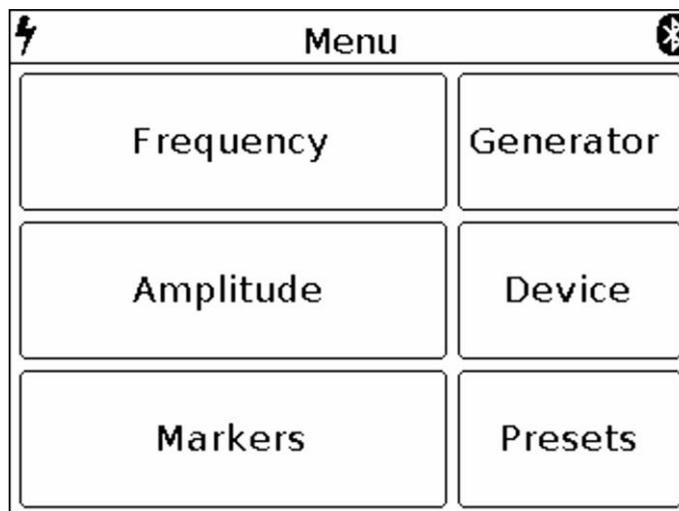

Рисунок 6 – Главное меню
7.3.1. Для установки диапазона частот войдите в главное меню прибора (Рисунок 6), нажав кнопку (14) «MENU». Выберите подраздел **Frequency**. На экране появится меню, как на рисунке 7.
7.4.1. Для установки амплитудных параметров исследуемых сигналов войдите в главное меню прибора (Рисунок 6), нажав кнопку (14) «MENU». Выберите подраздел **Amplitude**. На экране появится меню, как на рисунке 9.
7.5.1. Для входа в меню установки маркеров и пиковых значений, войдите в главное меню прибора (Рисунок 6), нажав кнопку (14) «MENU». Выберите подраздел **Markers**. На экране прибора появится меню, как на рисунке 10.
7.6.1. Для установки значений частоты и мощности выходного сигнала встроенного генератора, войдите в главное меню прибора (Рисунок 6), нажав кнопку (14) «**MENU**». Выберите подраздел **Generator**, на экране появится меню как на рисунке 13.